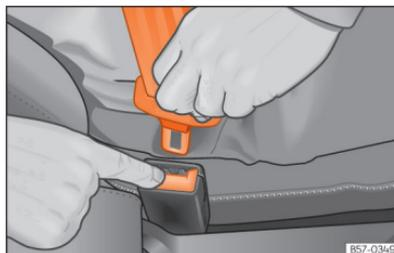

Fig. 24 Soltar a lingueta do fecho do cinto.
- Pressione o botão vermelho do fecho »» **Fig. 24**. A lingueta saltará do fecho.